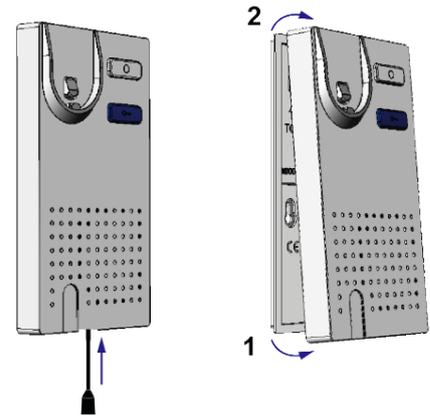

Abb. 9: Öffnen des Telefons
- ▶ An der Unterseite des Gerätes befindet sich eine rechteckige Entriegelungsöffnung. Führen Sie einen kleinen Schraubendreher gerade und mit leichtem Druck in diese Öffnung ein (Abb. 9).
- ▶ Die Oberschale lässt sich an der Unterseite abziehen (1).
- ▶ Heben Sie die Oberschale aus den beiden oberen Rastwinkeln heraus (2).